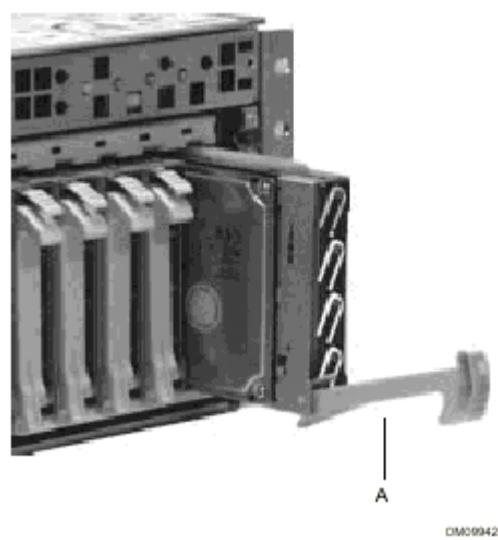

图 3.10 从机箱中拆下硬盘驱动器
- 5. 握紧锁定把手，向自己的方向拖动，直到硬盘驱动器连接器脱离背板连接器。图3.10中用“A”标出锁定把手。